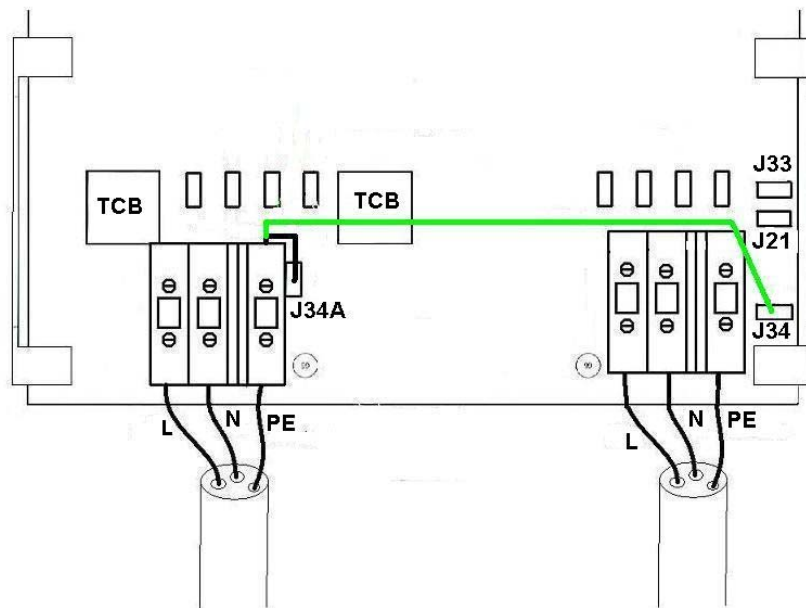

Abb. 4: Eingangserdung
2.3. Eingangserdung (Abb. 4)
- Im Schwimmzustand verbinden Sie die PE Eingangsklemme mit der Steckverbindung J34A (schwarze Verbindung in Abb. 4). Hiermit werden Eingang und Ausgang getrennt.
- Im Winterlager oder bei einer Überholung an Land, muss der PE Eingang aus Sicherheitsgründen direkt mit dem PE Ausgang verbunden werden. Hierzu wird der PE-Eingang direkt mit der Steckverbindung J34 verbunden. (grauer Draht in Abb. 4).